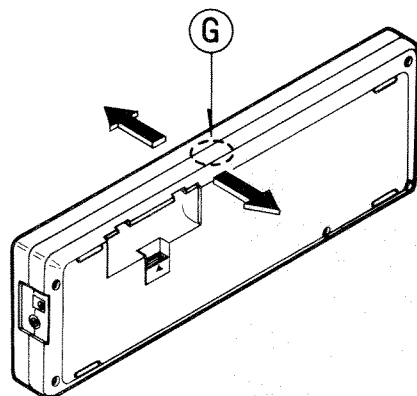

図 2 Fig. 2
- ③ ユニットを図 2 に示すように、電池カバーが上側になるように起し、下ケースの矢印(G)の部分を押すと内側の爪がはずれますので、左右にゆっくり開いてください。
- (3) Set the unit upright as in Fig. 2 so that the battery cover is on the top. The inside tabs can be disengaged when the arrow (G) is pressed. Allow the unit to open slowly on both sides.